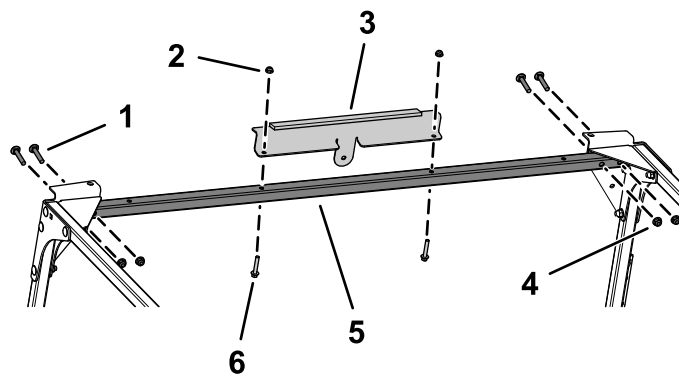

Bild 11
10. Befestigen Sie die vordere Querverbindung lose mit vier Schlossschrauben (5/16" x 1 3/4") und vier Bundmuttern (5/16") an den vorderen Platten und den Eckenverstärkungen, wie in Bild 11 abgebildet.
11. Befestigen Sie die vordere Stütze mit zwei Sechskantbundbolzen (1/4" x 1 1/2") und zwei Bundmuttern (5/16") an der vorderen Querverbindung, wie in Bild 11 abgebildet.